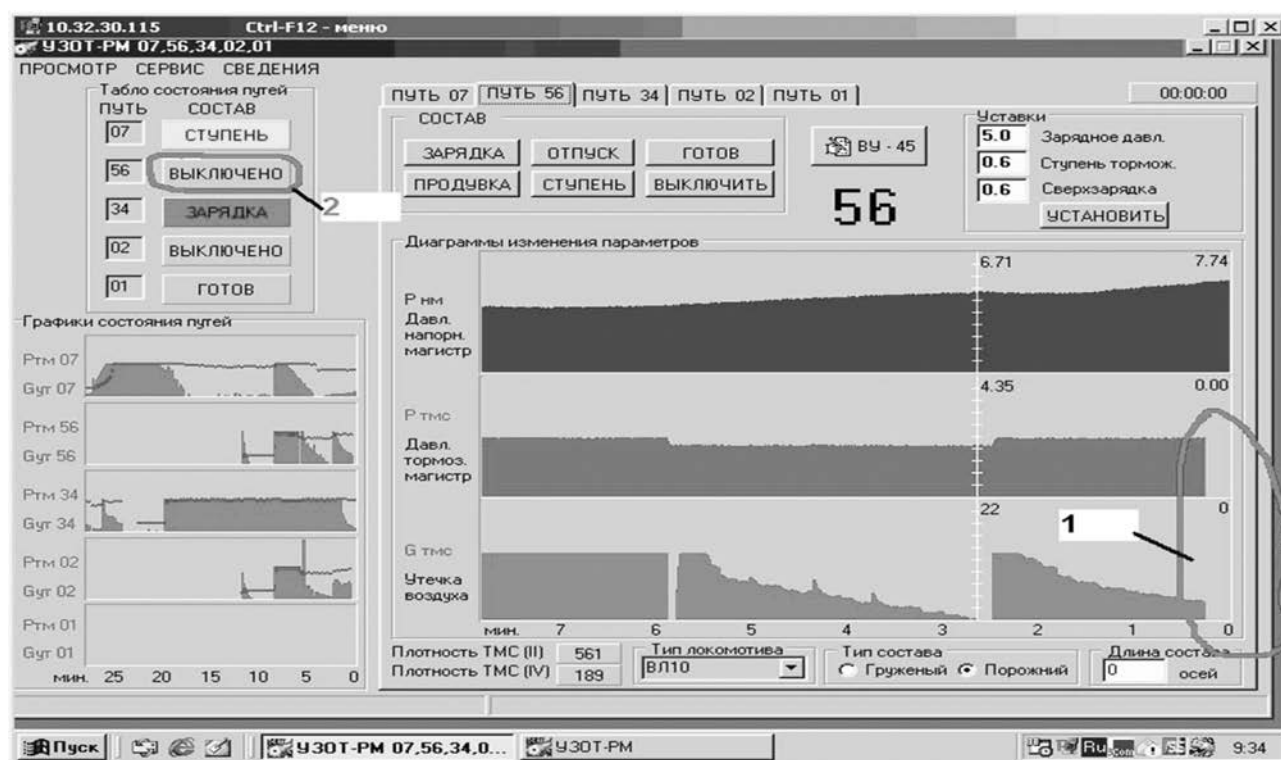

Рис. 14. Вид рабочего окна программы УЗ0Т-РМ в режиме «ВЫКЛЮЧЕНО» после «ОТПУСКА»
- при установке в окне СОСТАВ режима «ВЫКЛЮЧЕНО» на табло состояния путей (верхний левый угол, рис. 14) загорается надпись «ВЫКЛЮЧЕНО» (рис. 14, поз. 2);
- в режиме «ВЫКЛЮЧЕНО» происходит прекращение показа диаграмм давления тормозной магистрали $P_{тмс}$ и утечки воздуха $G_{тмс}$ (рис. 14, поз. 1).